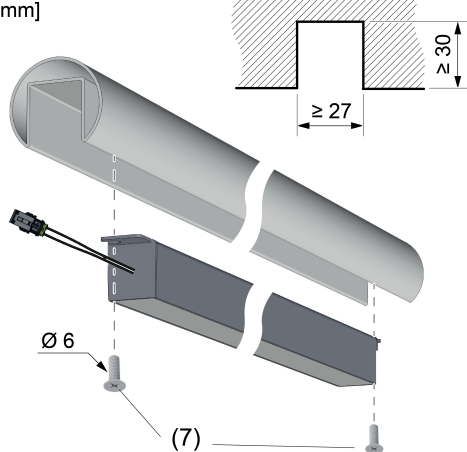

Figure 2: Montage du module d'éclairage à LED
- Préparer la surface de montage (par ex. main courante) en y pratiquant une rainure correspondant au schéma (Figure 2).
- Fixer le module d'éclairage à LED dans la rainure à l'aide de vis en acier inoxydable (7) (Figure 2).